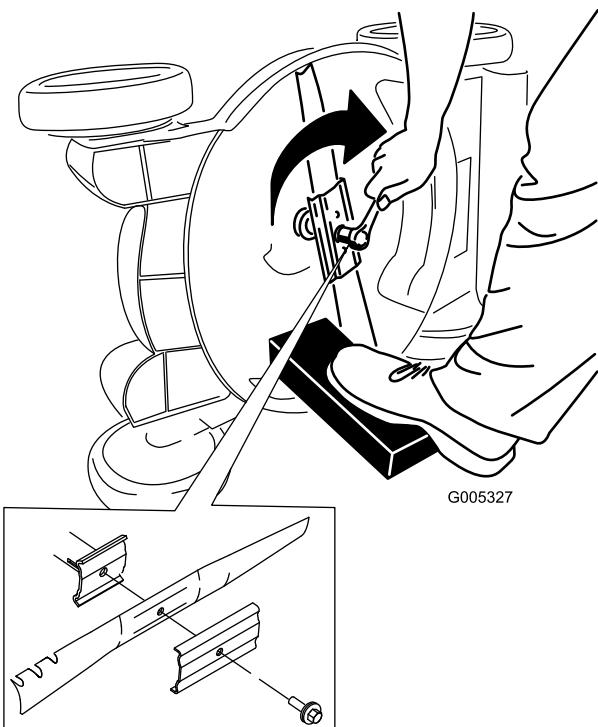

Figura 26
- Instale la cuchilla nueva y todos los herrajes de montaje (Figura 26).